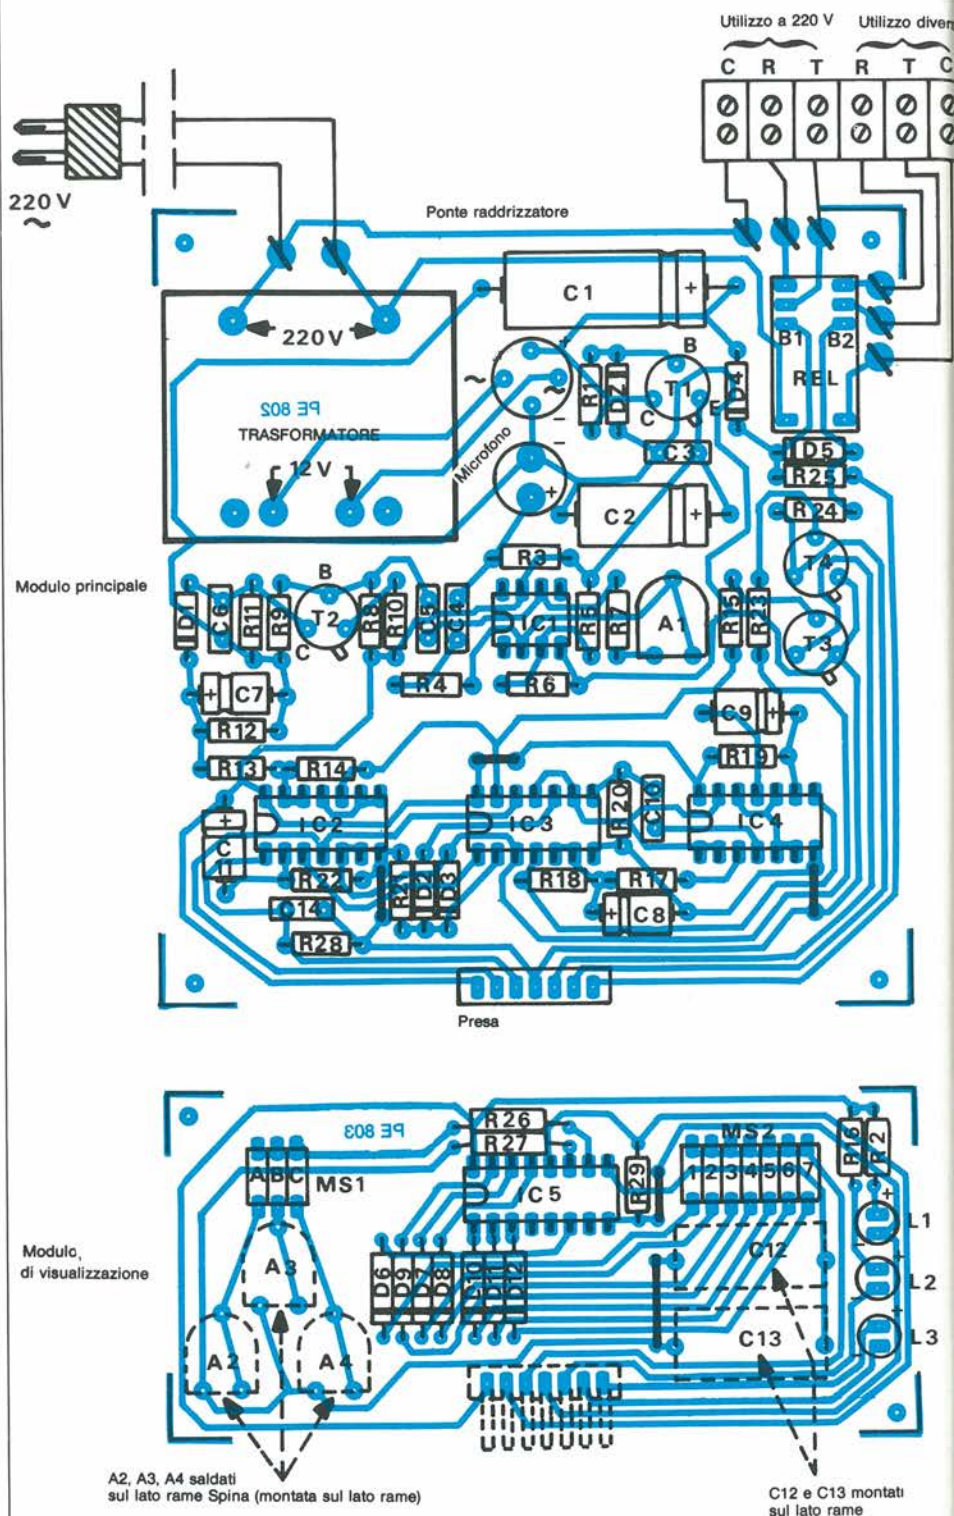

Figura 8. Disposizione dei componenti.
a) Montaggio dei componenti (Figura 8). I circuiti stampati necessari per questa realizzazione sono mostrati in Figura 7.